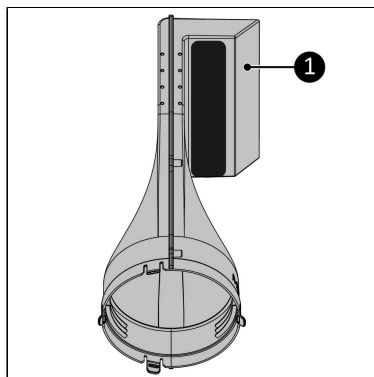

Figura 78.
4. Așezați ieșirea în fața dvs. Asigurați-vă că deschiderea rotundă este orientată spre dvs. (Figura 78).
5. Asigurați-vă că orificiul de evacuare a aerului (Figura 78, nt. 1) este orientată spre dreapta.